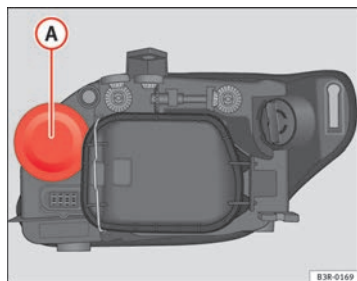

Fig. 196 Feux de route
- Retirez le cache en caoutchouc (A) ⇒ fig. 196 et tirez.